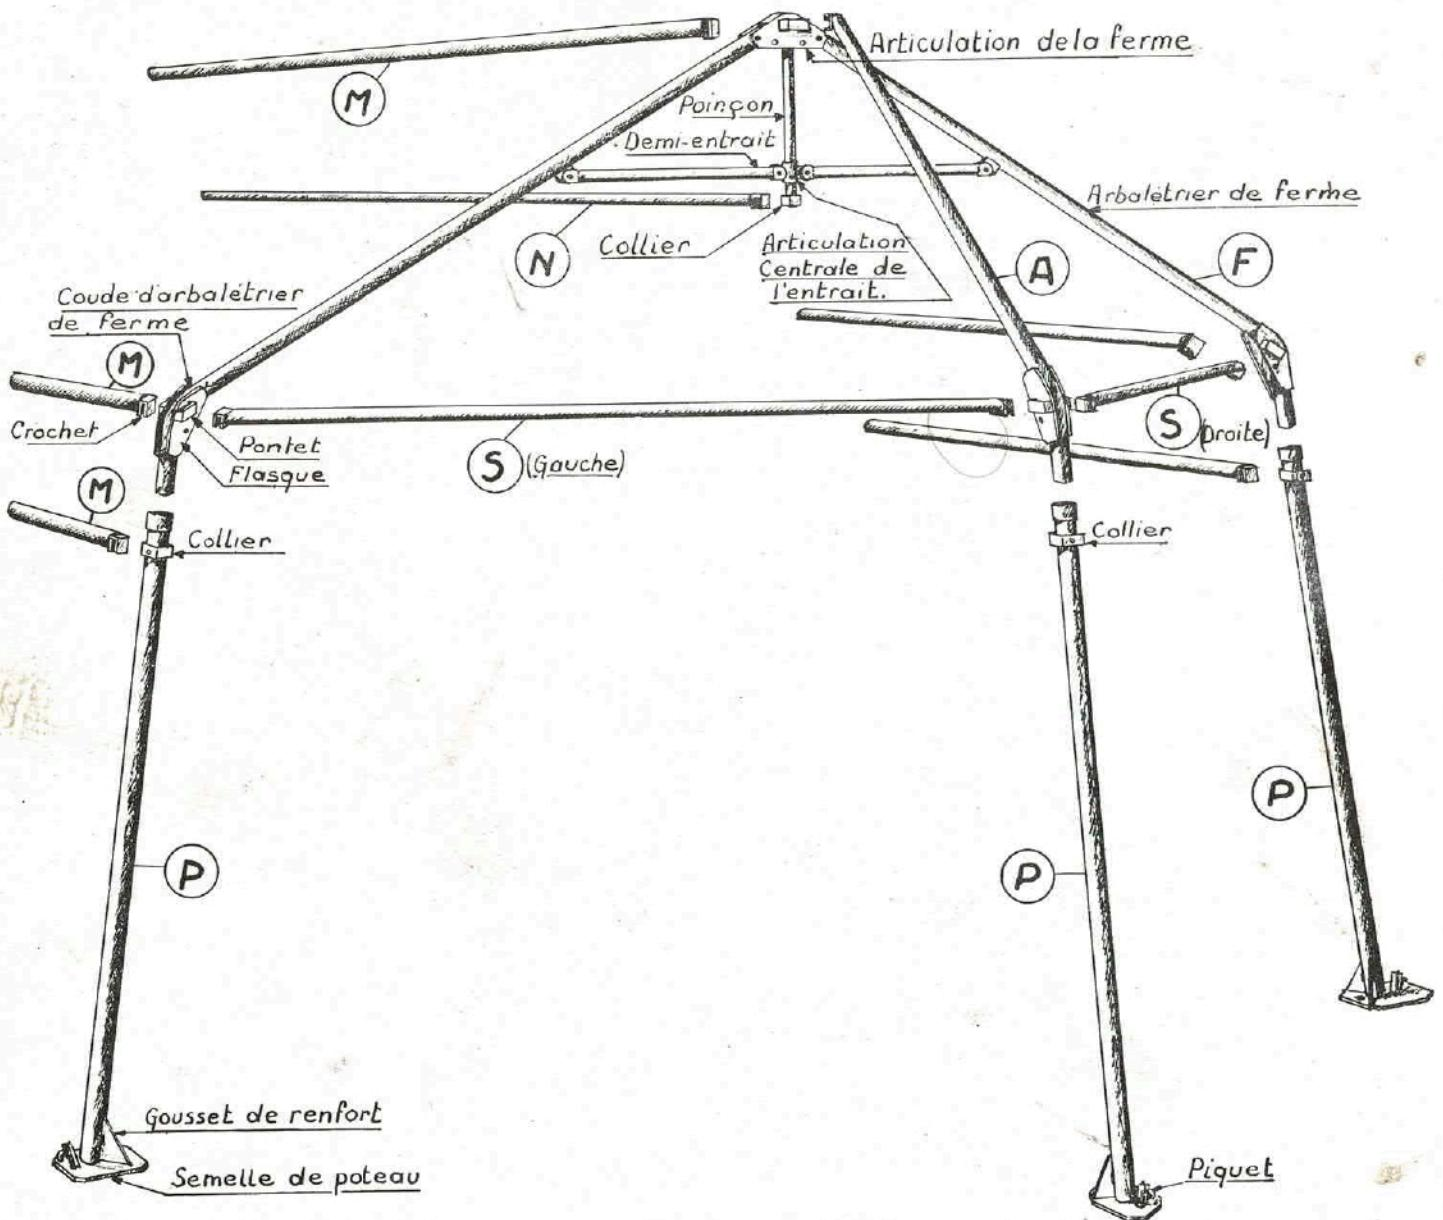

Fig. 4 - Schéma d'assemblage et de repérage des éléments d'armature
(1) Voir schéma d'assemblage et de repérage (Fig. 4).
Le personnel chargé du montage doit avoir pris connaissance du schéma d'assemblage et de repérage des éléments de l'armature (Fig. 4) et être capable d'identifier facilement, sur le terrain, chacune des parties de l'armature et de l'entoilage. Son attention doit être attirée sur la nécessité d'éviter les déformations qui pourraient être causées à des pièces de l'armature, par des mouvements d'ensemble discordants et anormaux, ou des tractions sur un élément dont une seule extrémité est fixée (notamment : sablière ou faîtière accrochée seulement par un bout).
La sablière d'abside gauche (voir Fig. 4) porte une marque à la peinture blanche, sur ses deux extrémités.